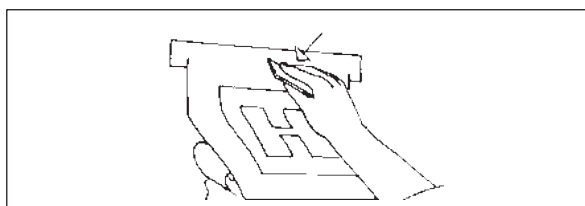

Fig. 12
5. Tenere la grafica lontano dalla superficie con una mano e lasciare che tocchi l'adesivo solamente quando viene spatolata. Fig. 12